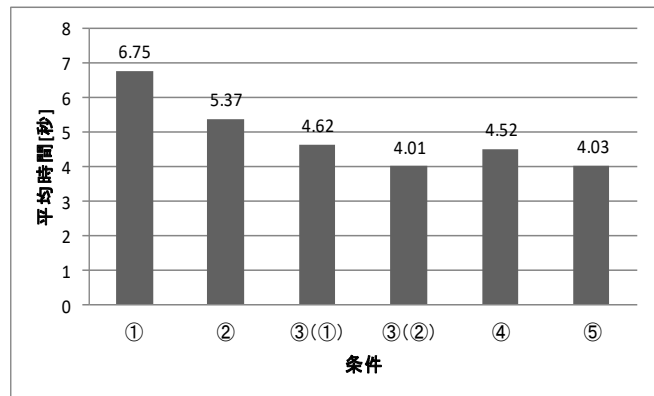

図4 10往復にかかった時間
実験結果を表1と図4にまとめた。最も10往復するのに時間がかかったのは①の船だった。しかし数値をはかることはできなかったが、見た目で棒の振れ幅が最も大きかったのは⑥の船だった。また、見た目が一番安定してなかったのも⑥の船だった。今回の研究では正確な数値を出すことが出来なかった部分があった。
①と②の比較では船底の角度が大きくなるほうが安定しておらず、180°になると最も安定することが分かった。しかし船底の角度が180°では摩擦が大きくなってしまうので実際の船では使用されていないことが分かった。
①と③(①)、②と③(②)では、船にかかる重力が大きくなるほうが安定することが分かった。
④の比較から、左右に重力がかかるよりも中心に重力がかかるほうが安定することが分かった。
⑦では、正確な数値を出すことができなかった。抵抗を付けて船を揺らしてみたと、一往復目で揺れが止まった。また実際の船でもフィンスタビライザーという船の揺れを波から防ぐものがあることを知った。